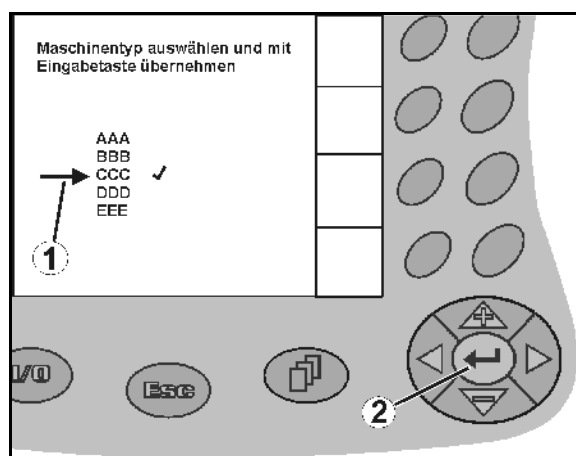

Рис. 14
- Позиционируйте указатель в виде стрелки (Рис. 14/1) с помощью  и .
-  Перенесите выбранное значение (Рис. 14/2).